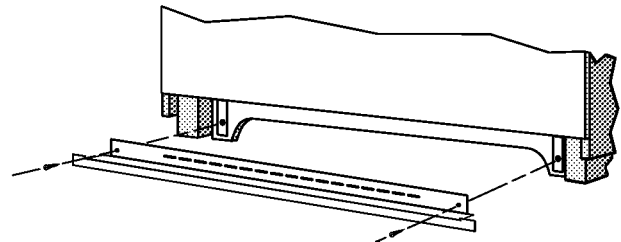

FIGURA 1
5. Vea la figura 1 para encontrar la instalación del adorno.